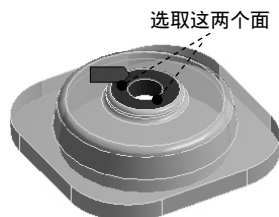

图 7.6.53 定义目标面
(2) 定义目标面。单击以激活 **Target** 后的文本框, 选取图 7.6.53 所示的模型表面为目标面(两个面), 单击 **Apply** 按钮。